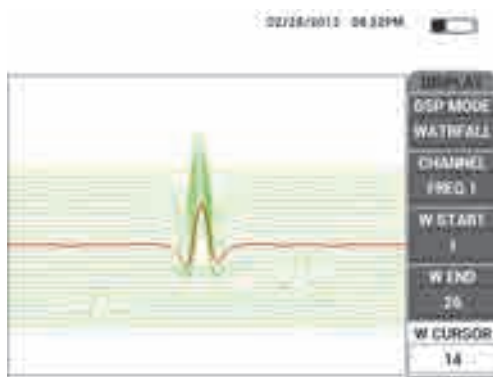

Рис. 5-67 Использование каскадного курсора
12. Если каскадное отображение правильно, установите **W CURSOR** (**К КУРСОР**) [клавиша E] на предполагаемую границу между двумя критическими слоями и настройте **W CURSOR**, продолжая сканирование (см. Рис. 5-67 на стр. 180).